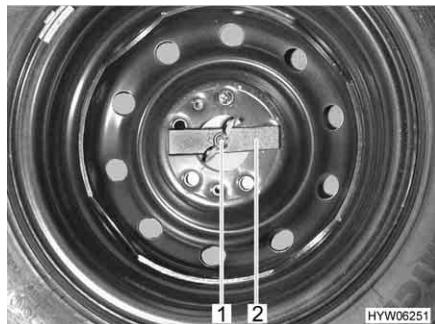

Fig. 138 Ruota di scorta nel gavone di coda
- Svitare manualmente il dado ad alette (Fig. 138,1) e rimuoverlo.
- Rimuovere la barretta di compressione (Fig. 138,2).